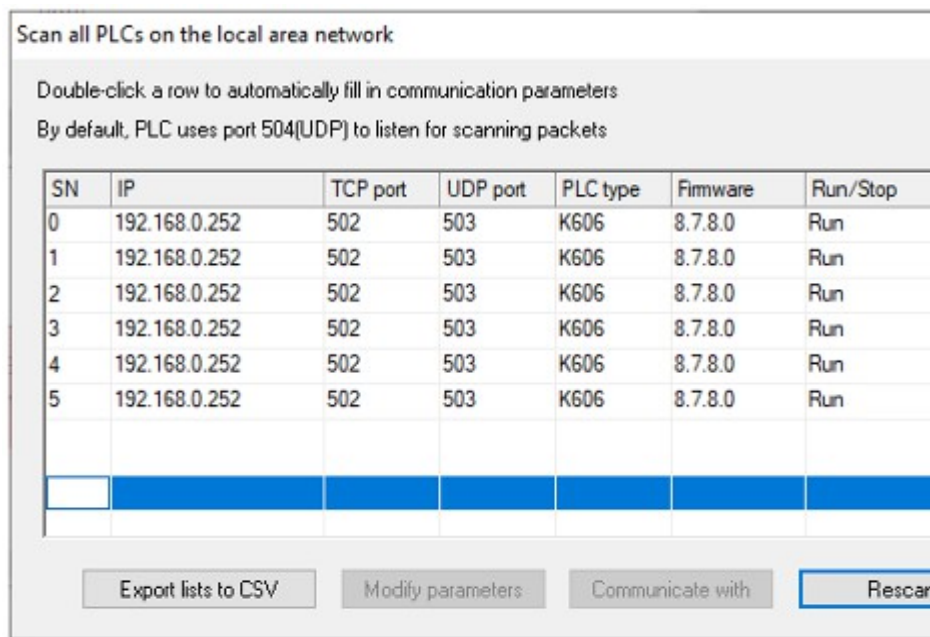
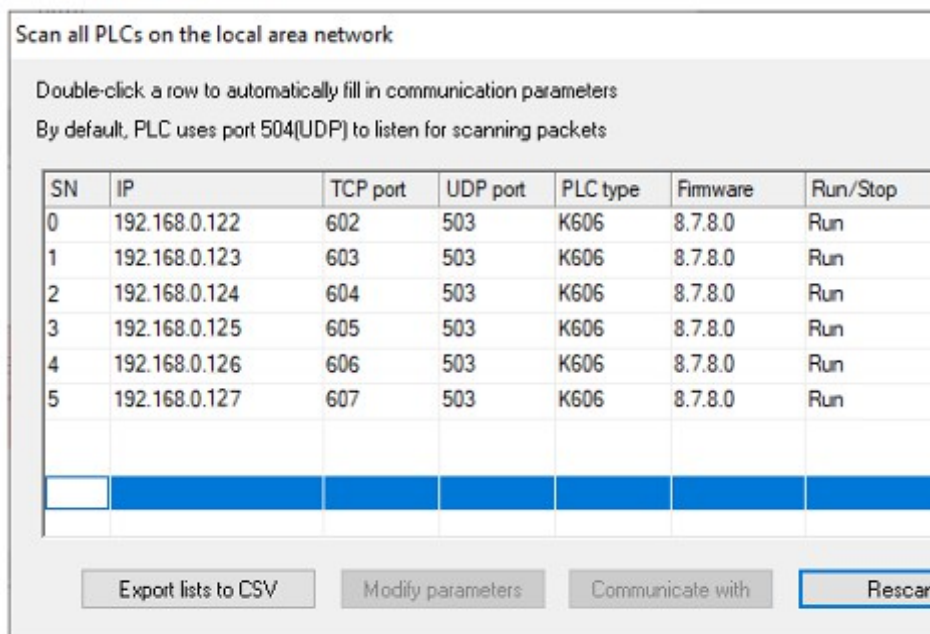

Рис. 7
Рис. 8
1) Нажмите ОК, если флажки ☐ **Start with this IP set all to different**, ☐ **Start with this Port set all to different** не установлены, все устройства в сети будут изменены на один и тот же IP-адрес, маску подсети, шлюз и номер порта как показано на рис. 7.
2) Нажмите ОК, если флажки ☒ **Start with this IP set all to different**, ☒ **Start with this Port set all to different** установлены, устройства в сети будут использовать этот IP-адрес в качестве начального IP-адреса и этот порт в качестве начального номера порта по мере увеличения. На рис. 7 IP-адреса и номера портов всех устройств в сети одинаковы до модификации, а на рис. 8 показан эффект после пакетной модификации.